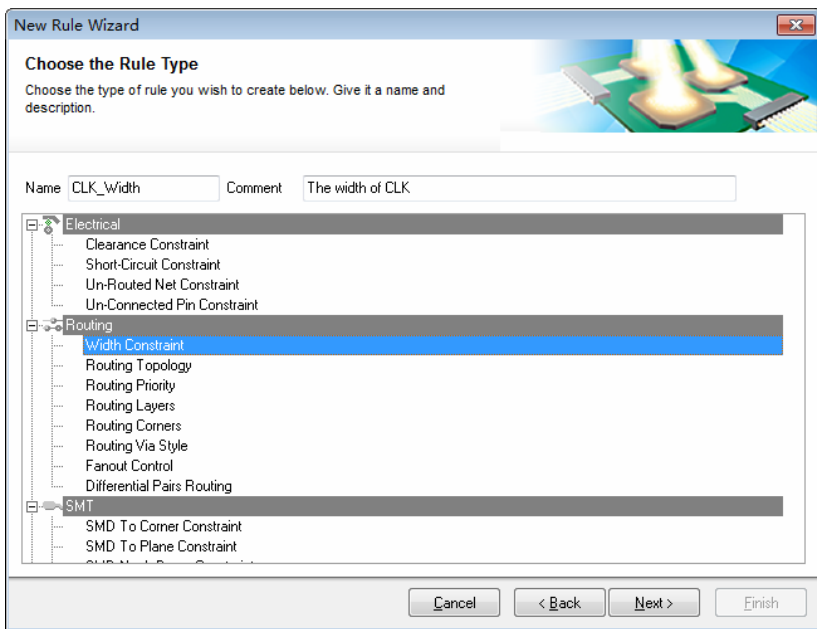

图 12-56 选择设计规则类型
(1) 打开例 12-1 中的 Voltage_Meter.PrjPCB 工程，双击其中的 Voltage_Meter.PcbDoc 文档，进入 PCB 编辑环境。
(2) 执行菜单命令 Design » Rule Wizard，打开设计规则向导对话框首页。
(3) 单击 Next 按钮，进入选择设计规则类型界面，在 Name 文本框中输入新设计规则的名称“CLK_Width”，在 Comment 文本框中输入“The Width of CLK”，在下方的列表中选择要定义的设计规则类型“Width Constraint”，如图 12-56 所示。